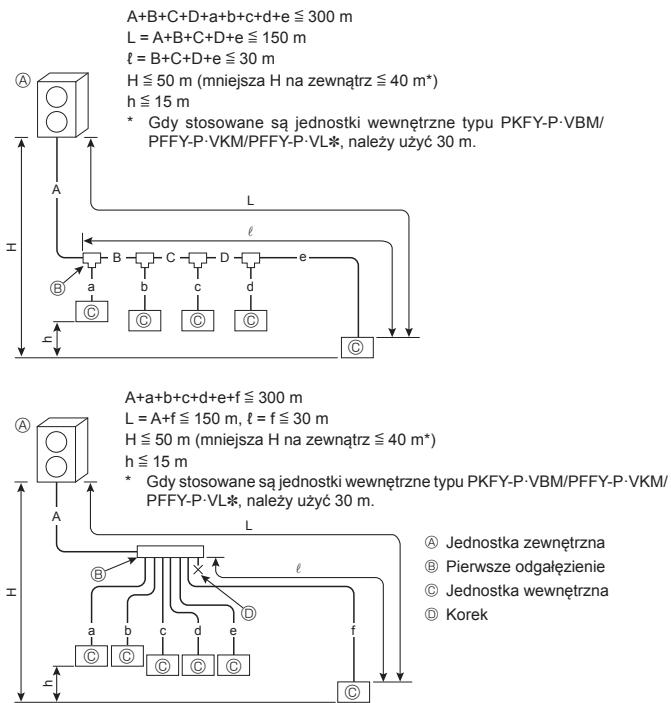

Fig. 4-1
4.2.1. Podłączenie bez skrzynki rozdzielczej (Fig. 4-1)